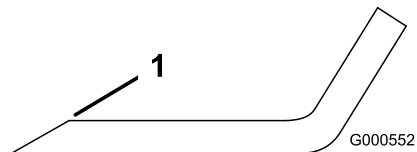

Figura 54
1. Utilize uma lima para afiar aresta de corte em ambas as extremidades da lâmina (Figura 54).
Nota: Se lâmina não estiver equilibrada, lime algum metal da extremidade da aba apenas (Figura 54).